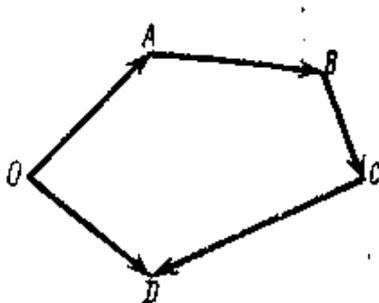

Рисунок 1
2. Какой из многоугольников, представленных на рис. 1 и 2, соответствует уравновешенной системе сходящихся сил?
- Б. Рис. 1.